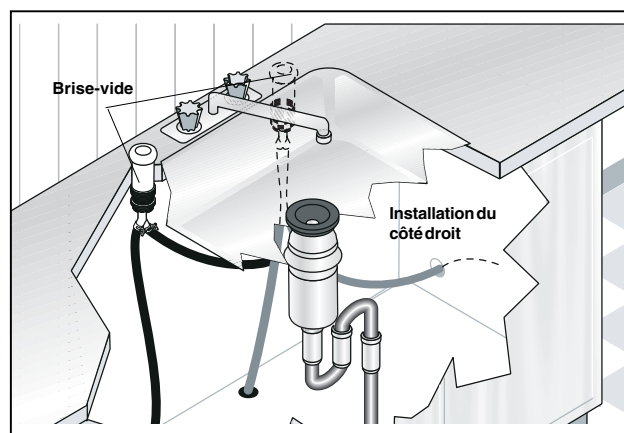

Figure 8
- Si vous raccordez le lave-vaisselle à un siphon d'évier, il se peut que les codes locaux exigent que vous installiez un ensemble de brise-vide (non compris). Le tuyau de vidange sera acheminé du lave-vaisselle jusqu'à l'orifice d'entrée du brise-vide, comme indiqué sur la figure 8. Il est possible d'acheter un ensemble de brise-vide dans tous les bons magasins de plomberie. (Si le tuyau de vidange doit passer à travers le plancher, il est nécessaire d'installer un brise-vide.)